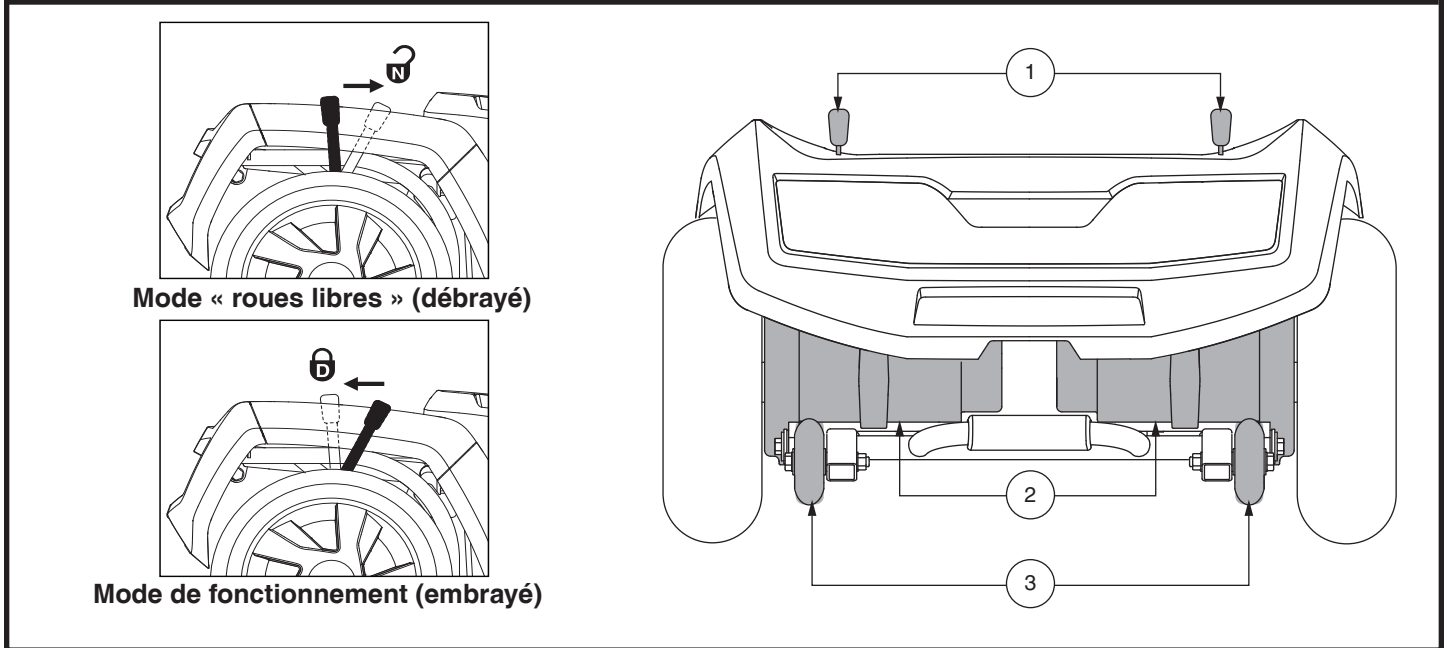
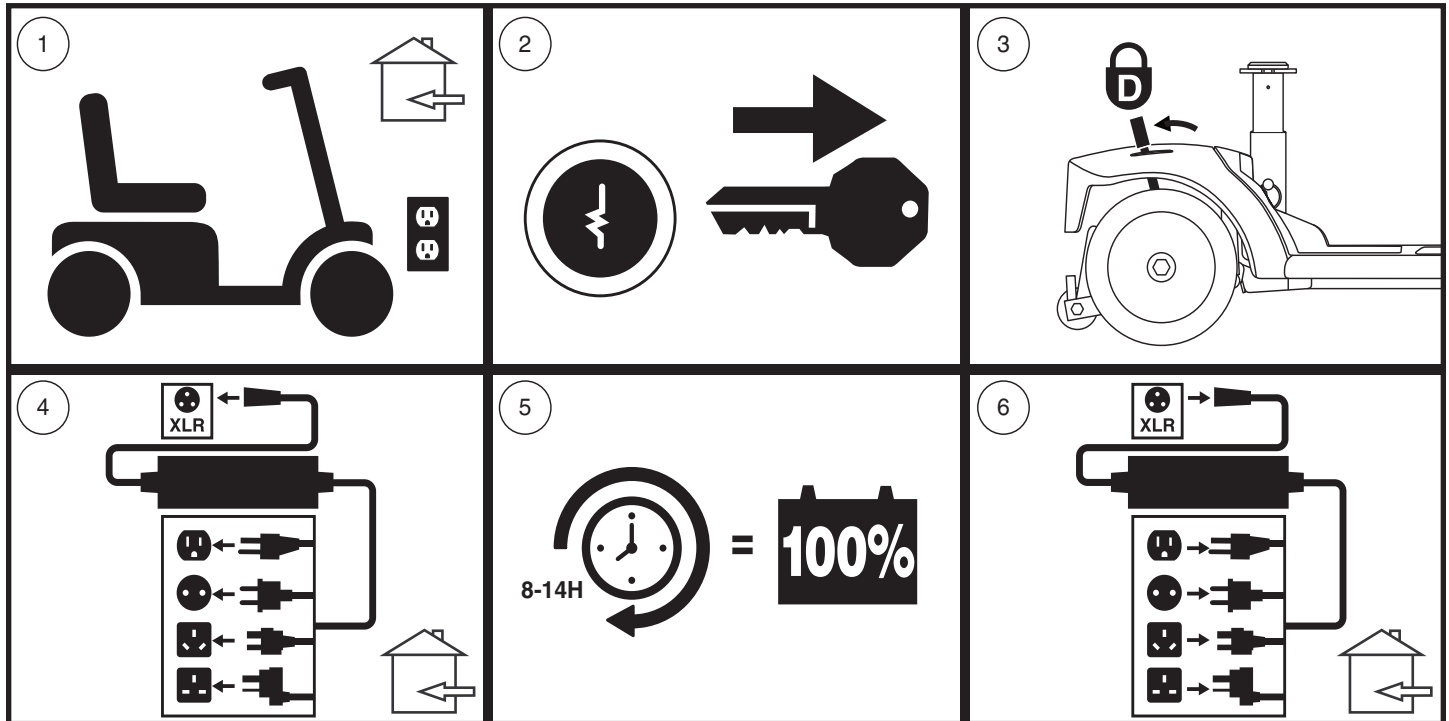

Figure 7. Section arrière - 710ZT
Figure 12. Recharge des batteries schéma des procédures
Votre Scooter est équipé de deux leviers d'embrayage manuel « pour passer au neutre » un sur chaque moteur. Ces leviers vous permettent de débrayer les moteurs de la boîte de vitesse, afin de pouvoir manoeuvrer votre scooter manuellement. **Voir la figure 7.**
1. Trouvez les leviers sur la section arrière de la Scooter. **Voir la figure 7.**
NOTE: Pour le modèle 710ZT, les leviers de roue libre manuels fonctionnent dans la direction opposée (voir figure 7); par conséquent, pour l'étape 3 de la figure 12, les leviers doivent être poussés vers l'avant pour engager le mode de conduite.